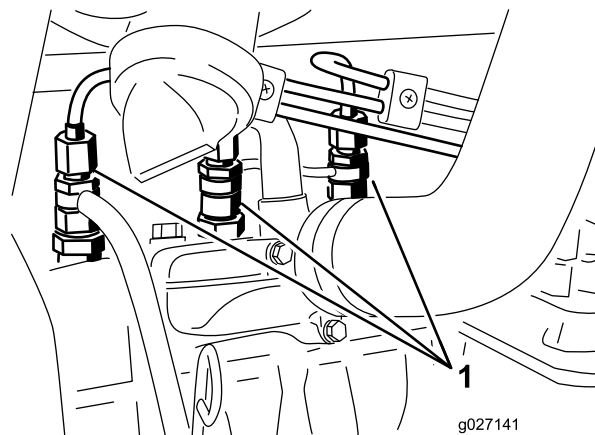

Figure 58
1. Desserrez le raccord entre l'injecteur n° 1 et le porte-injecteurs (Figure 58).